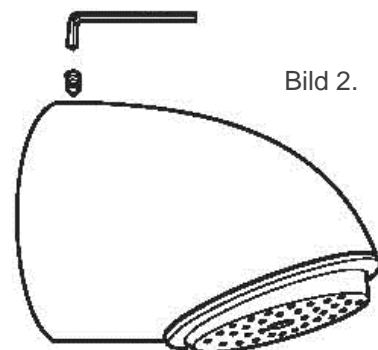

Bild 2.
- Montera dit duschhuvudet och låsning sker med insettskruven på ovansidan av duschhuvudet (se bild 2).